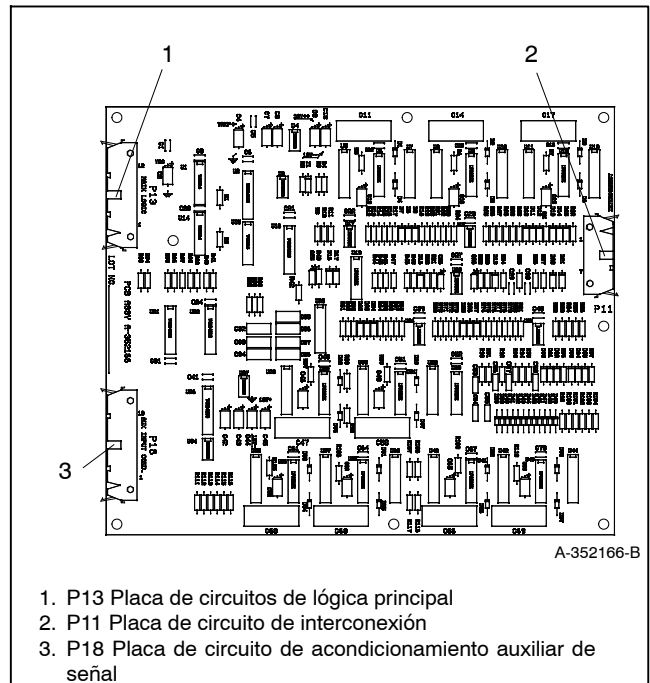

Figura 4-6 Placa de circuito de acondicionamiento de señal A-352166
- a. Placa de circuito de acondicionamiento de señal A-352166. Consulte la Figura 4-6.
- a. Placa de circuito A-352166 de acondicionamiento de señal. Consulte la Figura 4-6.